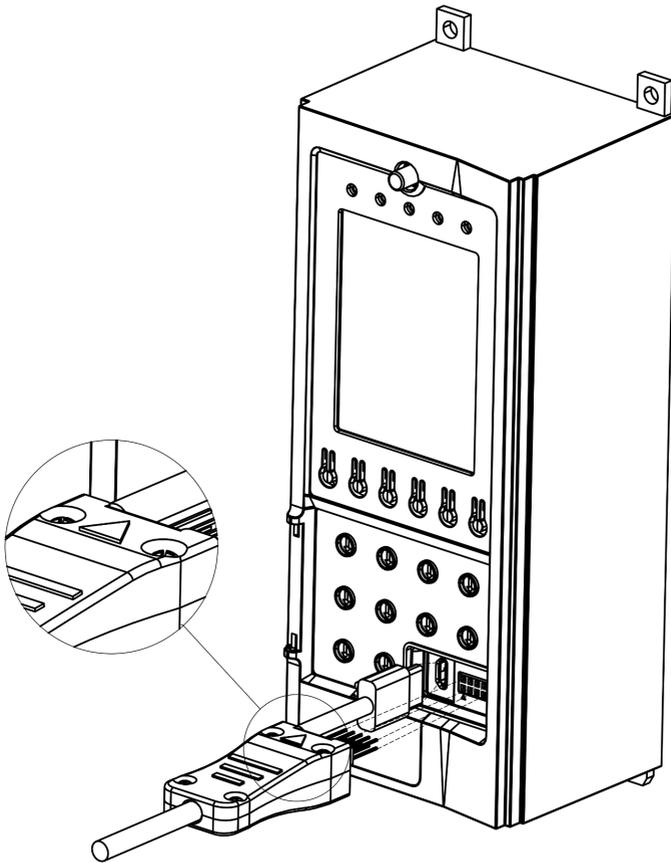

Рисунок 4 – Соединение с портом распределителя типа MR8.1
4.2.3 Для тестирования распределителей типа MR8.1 подключить тестер при помощи сигнального и коммуникационного кабелей рисунок 4.